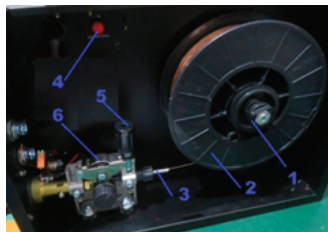

Рисунок 2. Механизм подачи проволоки.
7.2.3. Установить катушку со сварочной проволокой-2 в подающий механизм, см. рис.2
7.2.11. Нажимая на кнопку-3, см. рис.2, добиться выхода проволоки из канала пистолета. Для ускорения процесса протяжки проволоки можно выставить максимальную скорость подачи проволоки.
7.2.14. Отрегулировать натяжение сварочной проволоки с помощью гайки-1 на оси катушки, см. рис.2.